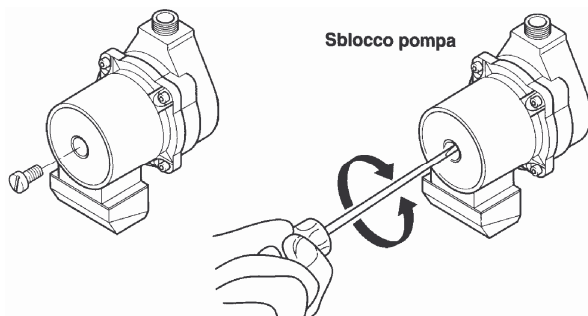

Fig. 23
- Nel caso lo fosse, togliere il tappo di protezione e con un cacciavite ruotare a destra e a sinistra il perno del rotore della pompa stessa (Fig.23).